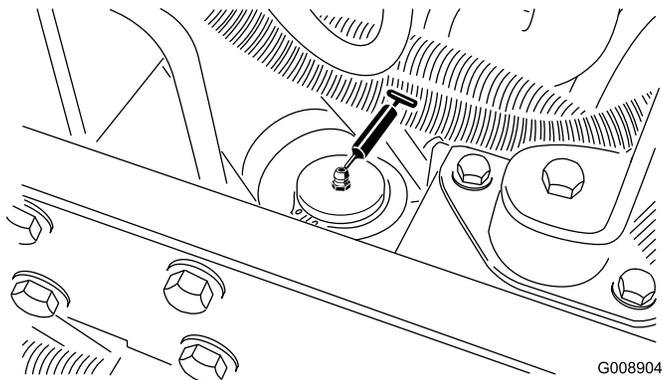

Figure 39
- Vérin de direction (Figure 39).